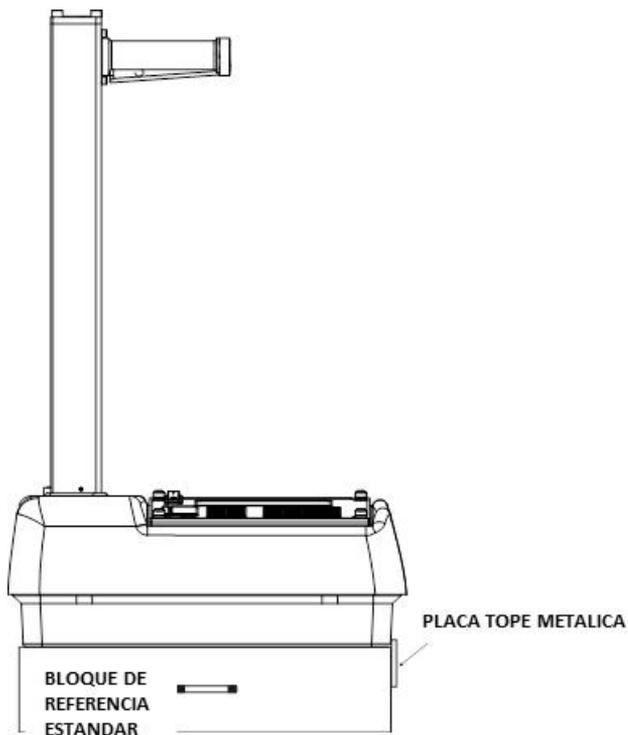

Figura 9. Posición de recuento estándar
4. Coloque el medidor en el bloque estándar de referencia tal y como se muestra en la Figura 9, con el lado derecho (lado del teclado) del medidor en contacto con la placa de la culata de metal.
5. En la pantalla *Listo*, pulse **<EST>**. El medidor muestra los recuentos estándar de densidad (DS) y humedad (MS):
2. Asegúrese de que el medidor está bien colocado en el bloque estándar de referencia (véase la Figura 9).